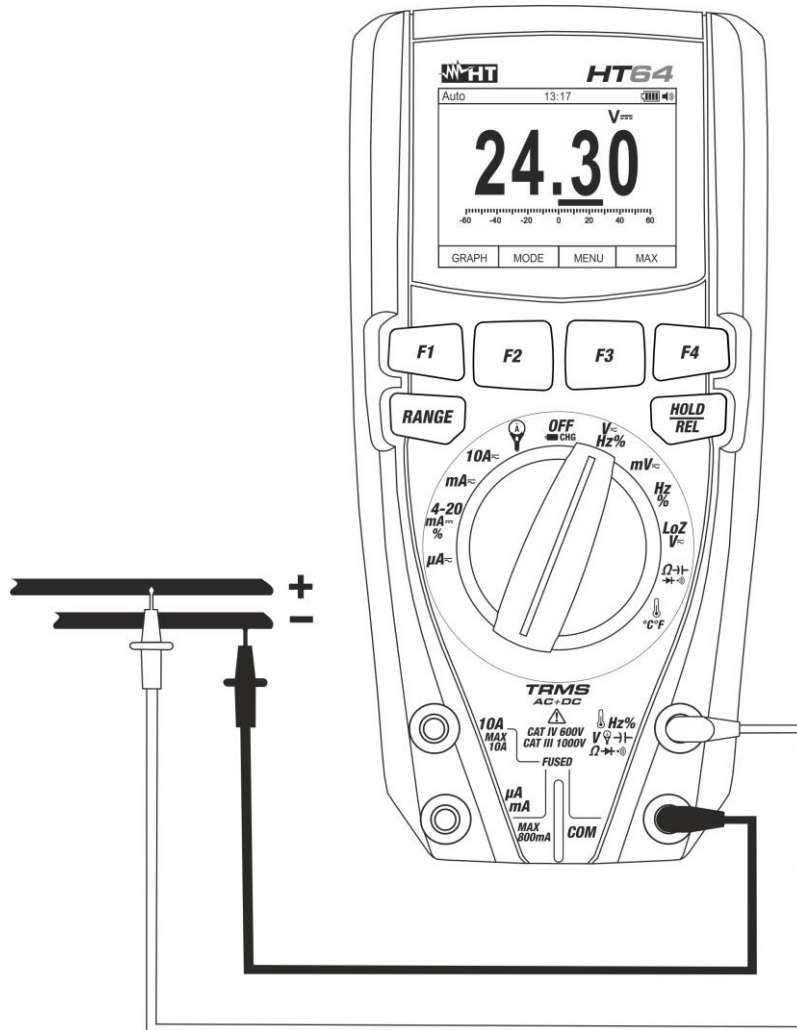
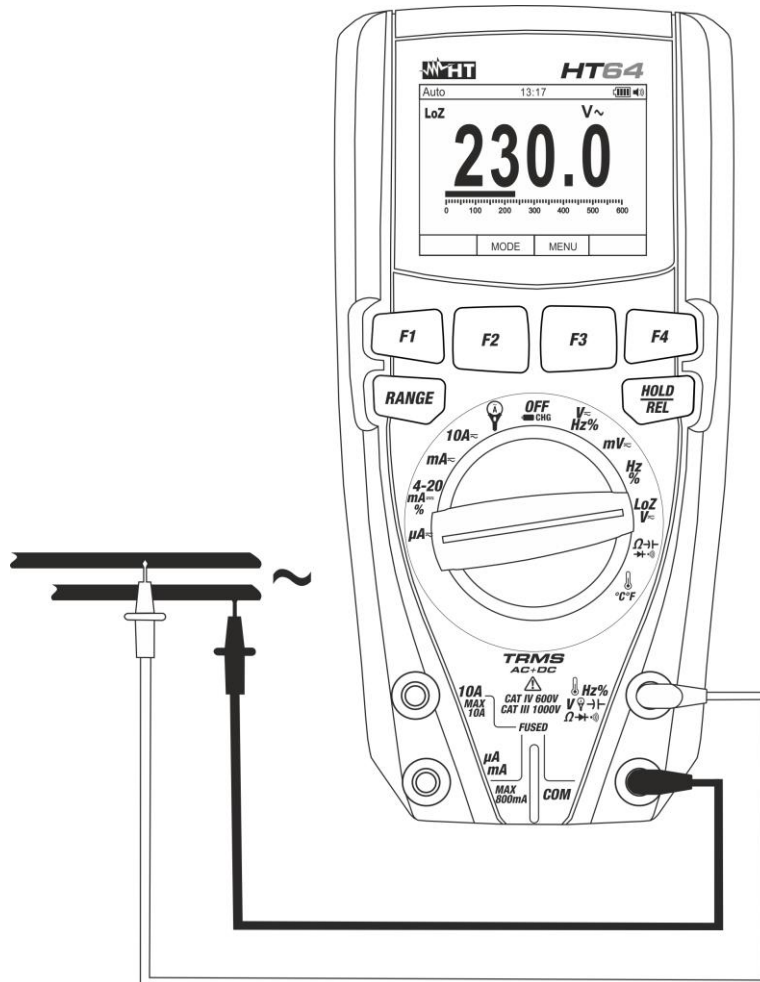

Abb. 22: Verwendung des Gerätes für Gleichspannungsmessung
Abb. 24: Verwendung des Gerätes für Spannungsmessung mit niedriger Impedanz (LoZ)
3. Verbinden Sie die rote Messleitung und die schwarze Messleitung mit dem jeweils positiven und negativen Potenzial des zu messenden Kreises (siehe Abb. 22). Der Spannungswert erscheint auf dem Display.
5. Das Symbol "-" auf dem Display des Gerätes gibt an, dass die Spannung die umgekehrte Richtung mit Bezug auf den Anschluss in Abb. 22 hat.
4. Verbinden Sie die rote Messleitung mit den gewünschten Messpunkten des zu messenden Kreises (siehe Abb. 24) oder die schwarze Messleitung mit dem jeweils positiven und negativen Potenzial des zu messenden Kreises (siehe Abb. 22). Der Spannungswert erscheint auf dem Display.
6. Das Symbol "-" auf dem Display des Gerätes gibt an, dass die Spannung die umgekehrte Richtung mit Bezug auf den Anschluss in Abb. 22 Hat